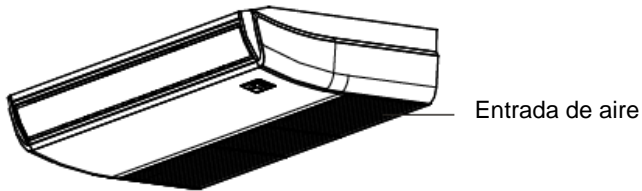

Fig.6-1
- Abra la entrada de aire con el destornillador o un objeto parecido (*consulte la Fig. 6-1*).